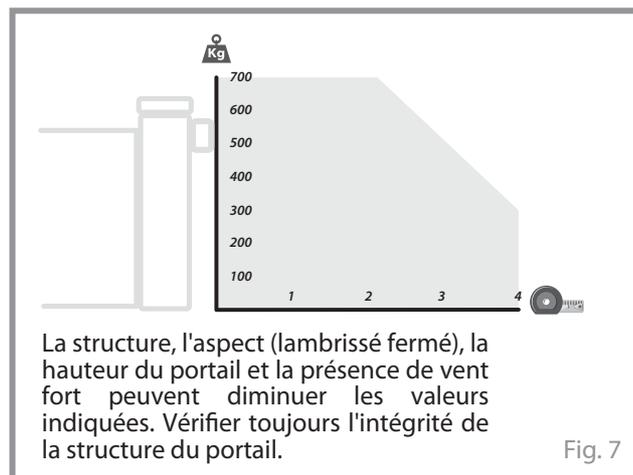

Fig. 7
- 3) Le poids statique que le COMBI 740 peut supporter est de 700 kg, pour des battants d'une longueur de 2,0 m. Au-delà de cette longueur, il faut diminuer le poids du battant (Fig. 7).